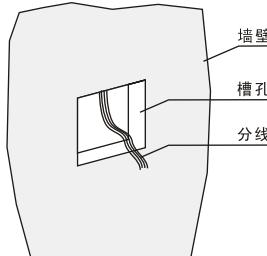

图 1
- 按86盒尺寸在86盒中心点距地面约145cm处的墙上开一槽孔（见图1）。